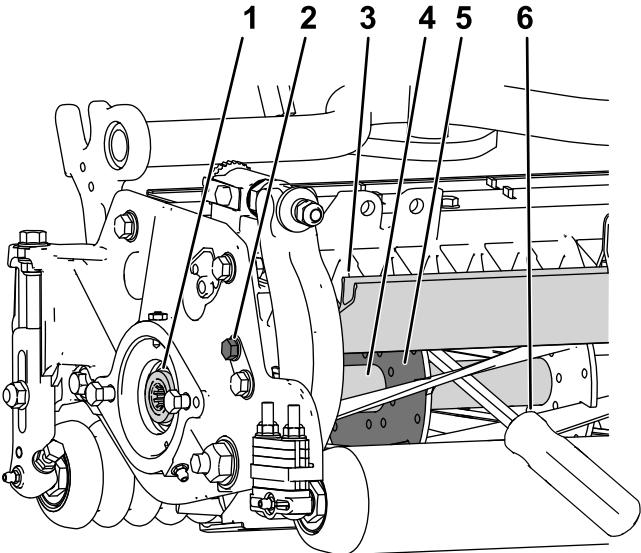

图31
1. 松开滚刀组左侧的屏蔽螺栓抬起后护罩 图31。
2. 将一根长柄撬棍建议尺寸为 0.95cm x 30.48cm 带螺丝刀柄插入滚刀组背面最靠近需要扭转的滚刀组一侧 图31。
3. 将撬棍靠着滚刀支撑板的焊接侧 图31。